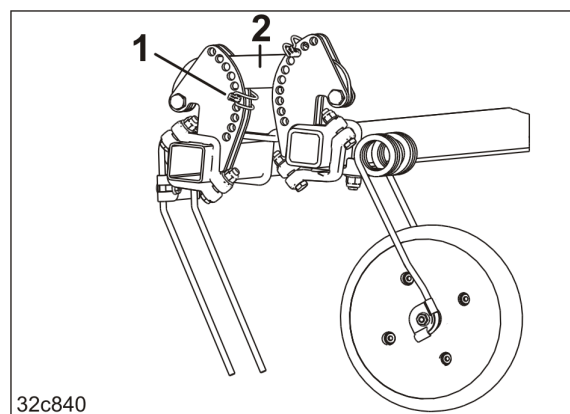

Fig. 195
3. Ændr tændernes indstillingsvinkel i forhold til jorden ved at sætte rørringsplitten (Fig. 195/1)
- o i under armen (Fig. 195/2)
Indstillingsvinklen bliver fladere, jo længere nede rørringsplitten (Fig. 195/1) sættes i justeringsdelen.